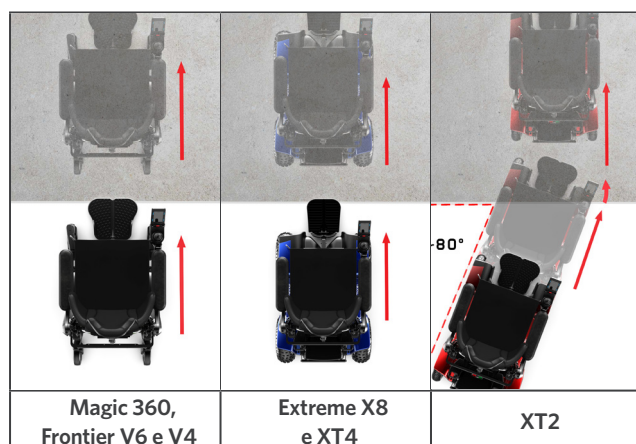

Figura 3.1 - Aproximação aos obstáculos
ambas as rodas dianteiras toquem no obstáculo ao mesmo tempo (Figura 3.1).
- XT2: Aproxime-se do obstáculo de forma que ambas as rodas toquem o obstáculo juntas ou em um ângulo ligeiro (Figura 3.1)